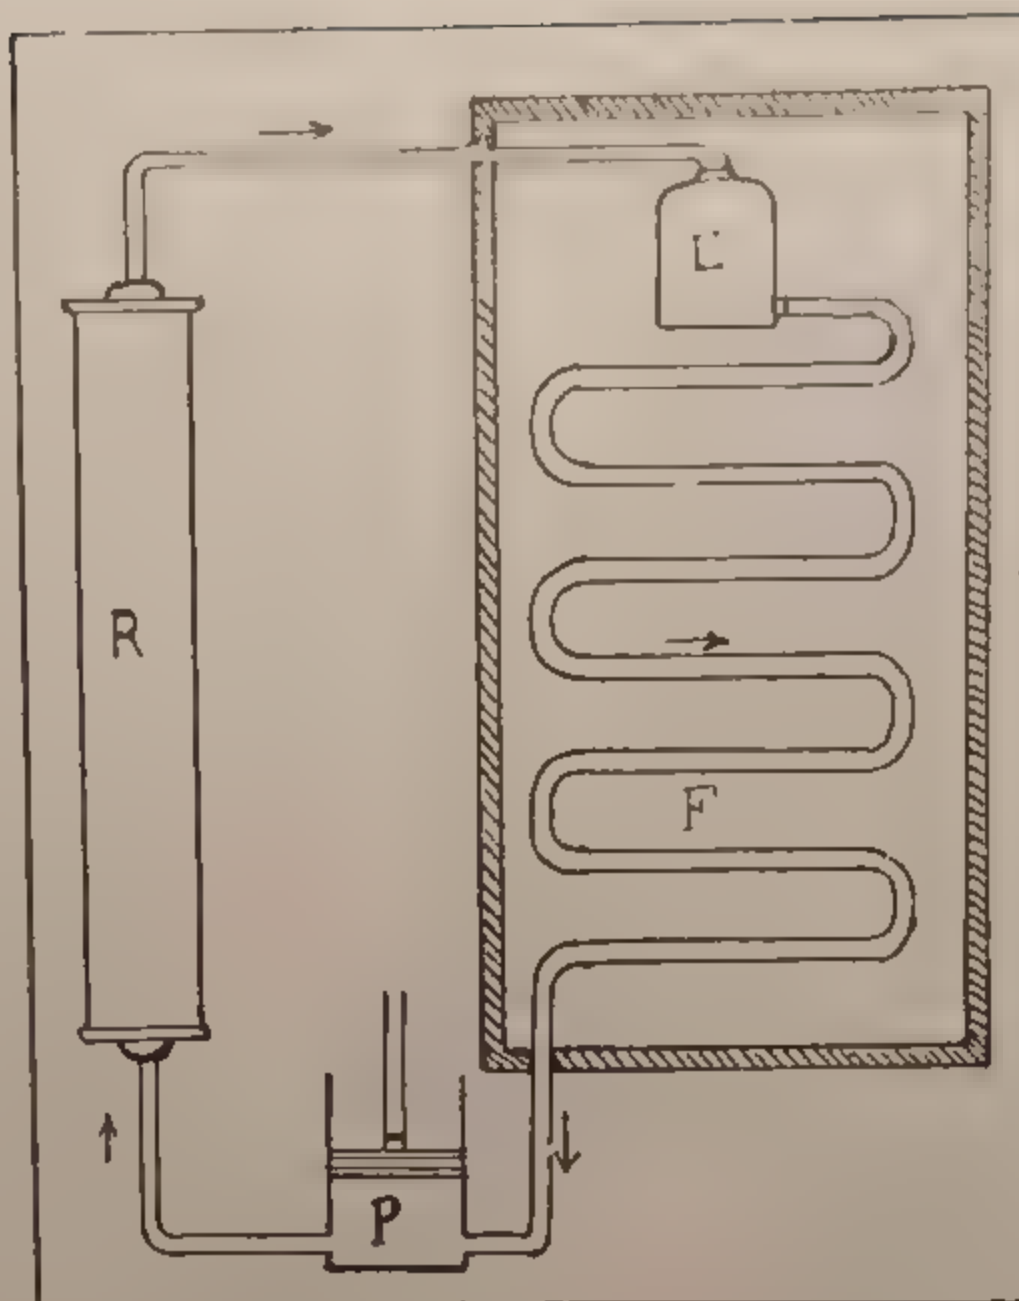

Fig. 117. — SCHEMA DI UNA MACCHINA FRIGORIFERA.
**99. Macchine frigorifere.** — Servono a fabbricare ghiaccio, ed a produrre le basse temperature necessarie alla conservazione delle sostanze organiche (fig. 117).